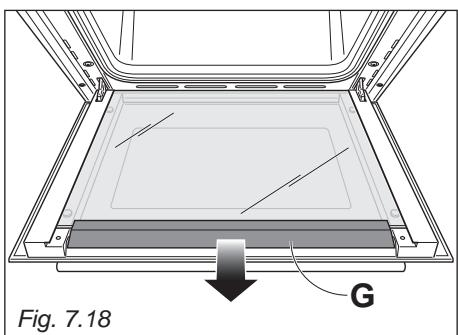

Fig. 7.18
- Retirer doucement le déflecteur "G" en haut de la porte du four (fig. 7.18).